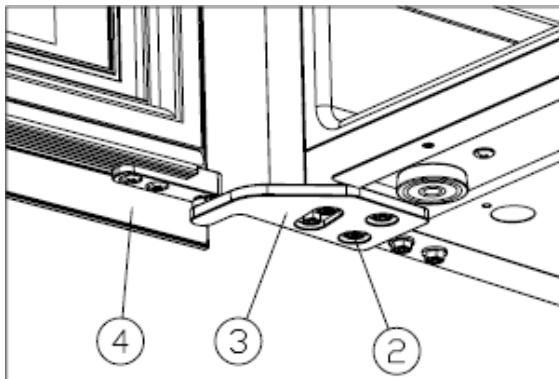

Figura 5
- Instala la bisagra inferior derecha ③ y aprieta los tornillos. [Figura 5]